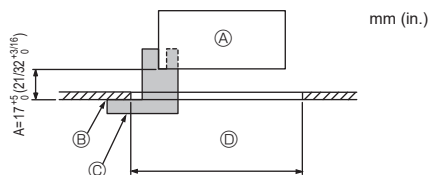
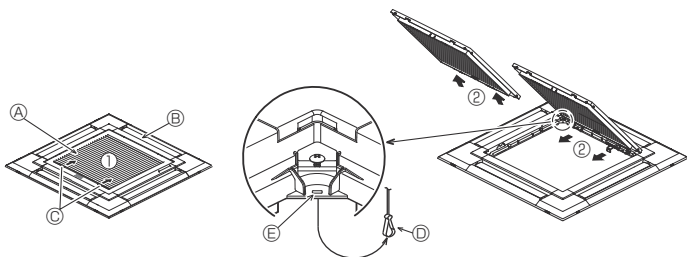
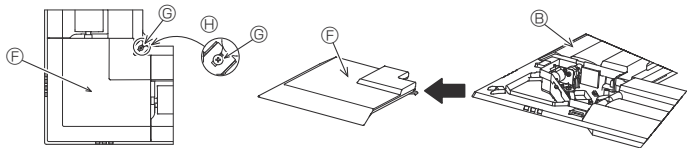

Fig. 6-2
Fig. 6-3
Fig. 6-4
①	Dimensiones de la rejilla	1	950 × 950 (mm), 37-13/32 × 37-13/32 (in.)
②	Plantilla	1	Dividido en cuatro partes
③	Tornillo (4 × 16)	1	Para PLFY-EM-NEMU-A
④	Panel angular del 3D i-see Sensor	1	Para PLFY-EM-NEMU-A
6.2. Preparación para conectar la rejilla (Fig. 6-2)
- Con la plantilla ② que se suministra con este equipo, ajuste y compruebe la posición de la unidad en el techo. Si la unidad no está colocada en el techo de forma adecuada, podrían producirse escapes de aire o generarse una condensación.
- ① Unidad principal
- ② Techo
- ③ Plantilla ② (metida en la unidad)
- ④ Dimensiones de apertura del techo
6.2.1. Extracción de la rejilla de admisión (Fig. 6-3)
- Deslice las palancas en la dirección indicada mediante la flecha ① para abrir la rejilla de admisión.
- Con la rejilla de admisión en posición "abierta", extraiga la bisagra de la rejilla de admisión de la rejilla tal y como se indica mediante la flecha ②.
6.2.2. Extracción del panel angular (Fig. 6-4)
- Extraiga el tornillo de la esquina del panel angular. Deslice los paneles angulares indicados por la flecha ① para extraer este panel.
[Fig. 6-3] [Fig. 6-4]